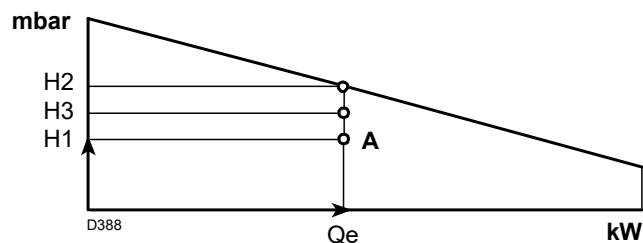

Fig. 40
punto A che deve rimanere entro il campo di lavoro (Fig. 40).
- 4 -Tracciare una verticale dal punto A, Fig. 40, e trovare la massima pressione H2 del campo di lavoro.
Se H3 è maggiore di H1, come in Fig. 40, il bruciatore può erogare la portata richiesta.